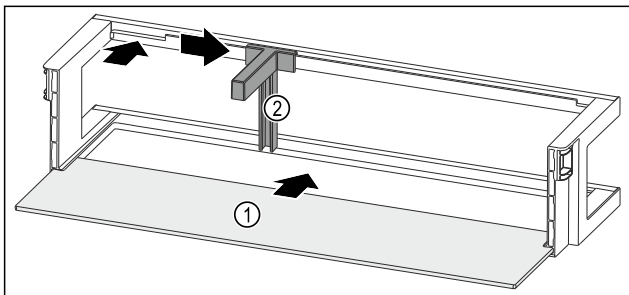

Fig. 94 Türabsteller mit Abstellfläche
- ▶ Abstellfläche Fig. 94 (1) in die seitlichen Einsparungen einschieben.
- ▶ Flaschenhalter Fig. 94 (2) in die Aussparung einsetzen.
- ▶ Flaschenhalter Fig. 94 (2) in gewünschte Position zur Seite schieben.